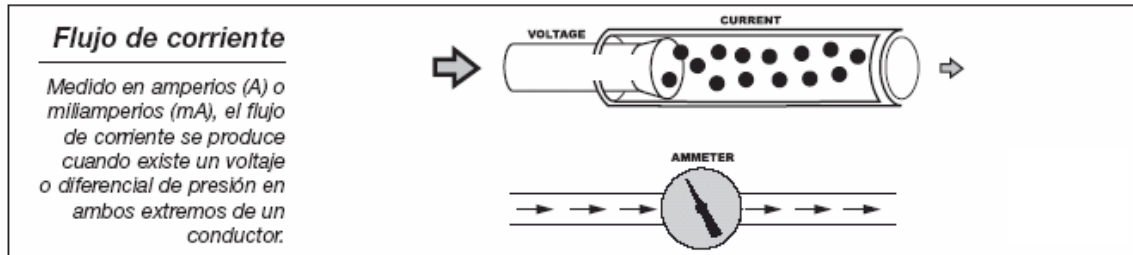

Figura 1.4 Flujo de amperaje
Corriente es el término utilizado para describir el flujo de electrones a través del circuito, ver figura 1.4. Este flujo de electrones es el que realiza el trabajo en el circuito. La unidad para medir la cantidad de corriente es el "Amperio" (A). Un amperio es igual a 6,280,000,000,000,000 electrones por segundo que circulan a través de un circuito.